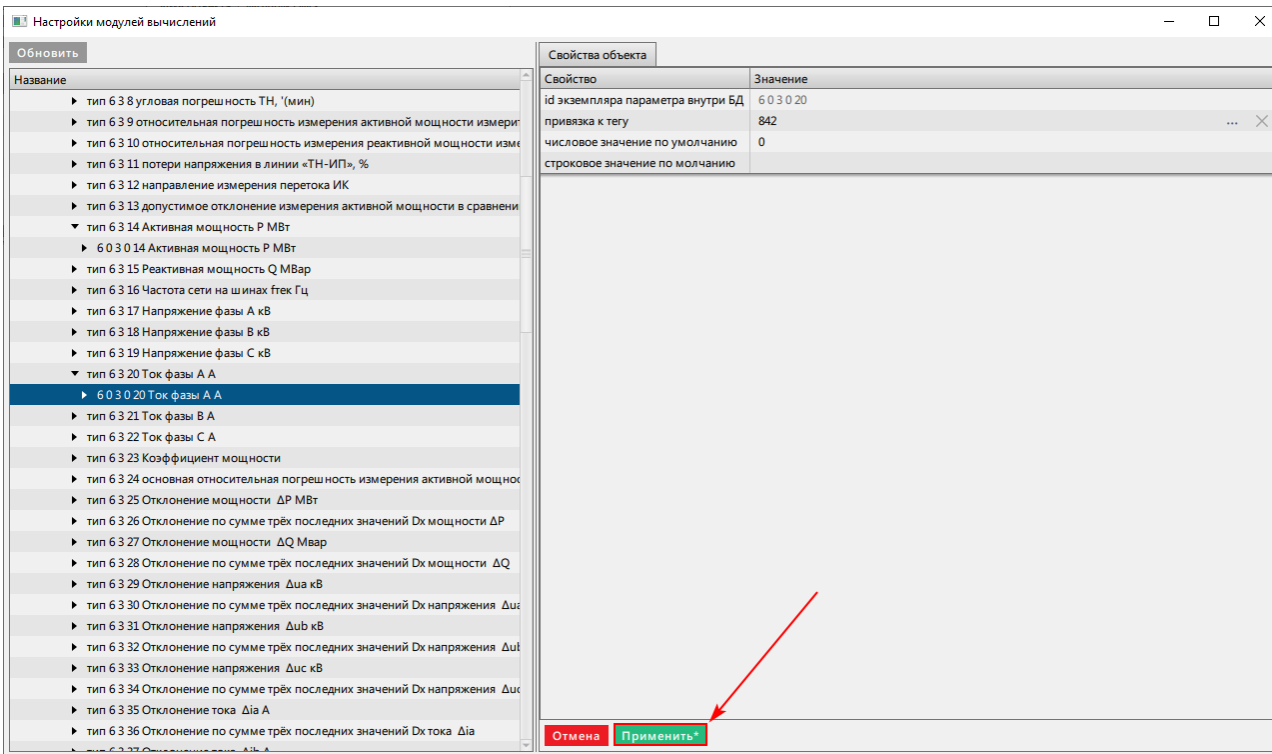

Рисунок 436 - Сохранение изменений
4. Нажмите **Применить** (Рисунок 436).